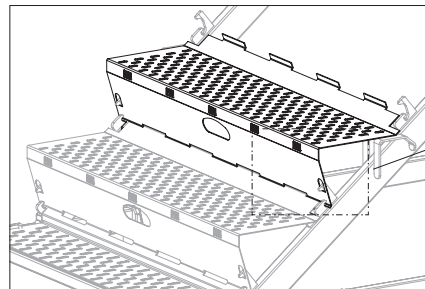
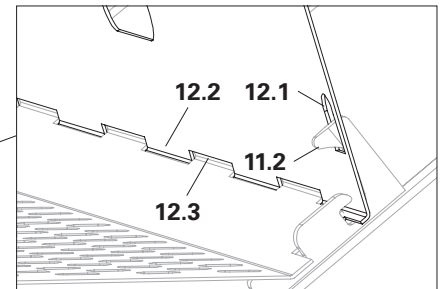
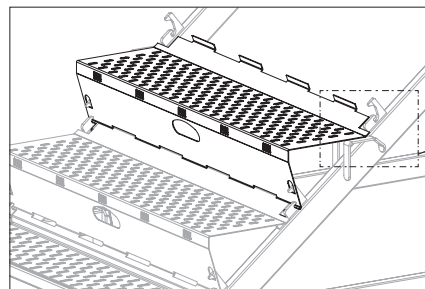
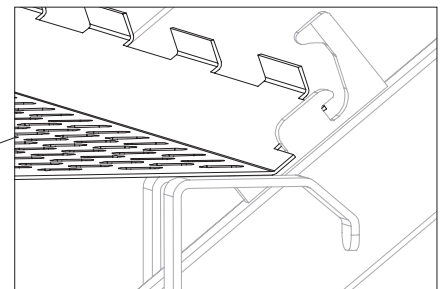

Fig. A2.09c
Fig. A2.09d
Fig. A2.09e
Fig. A2.09f
2. Inclinare il gradino verso l'alto. → Il gancio (11.2) si innesta nelle fessure (12.1). (Fig. A2.09c + Fig. A2.09d) → I denti (12.3) del gradino precedente si infilano nelle fessure (12.2) dell'alzata e collegano i due gradini. (Fig. A2.09ed + Fig. A2.09fe) → Il lato superiore del gradino poggia contro i cosciali UA. (Fig. A2.09f)